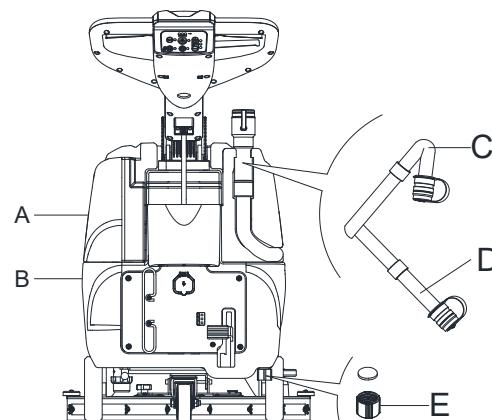

Рис. 11
При сливе грязной воды вакуумная трубка для грязной воды должна быть пережата (C, Рис. 11) и опущена в нижнее положение (D, Рис. 11), затем откройте крышку вакуумной трубы для грязной воды и слейте воду. Не направляйте выходное отверстие вакуумной трубы для отходов вверх, чтобы сливать воду вертикально. Это позволит избежать попадание отработанной воды на оператора.
8. Слейте воду из бака моющего средства через крышку слива (E, Рис. 11). После эксплуатации промойте бак чистой водой.
2. Слейте воду из баков (A и B, Рис. 11), как показано в предыдущем пункте.